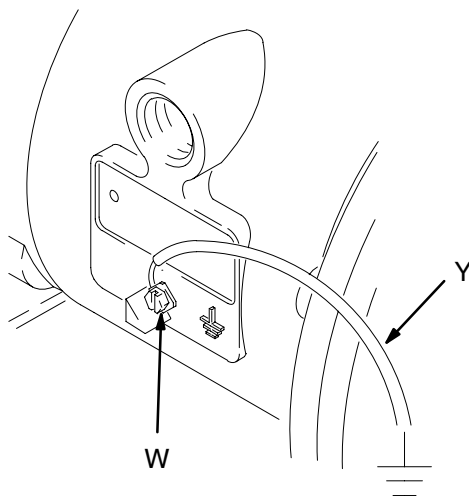

Fig. 1
Lors du pompage de fluides conducteurs inflammables, veillez **toujours** à ce que tout le système de fluide soit mis à la terre en vous assurant que le fluide possède un raccord électrique à une véritable prise de terre. Consultez la Fig. 1.
- *Moteur pneumatique* : branchez un fil de terre et un collier comme indiqué dans la Fig. 1. Desserrez la vis de mise à la terre (W). Insérez une extrémité d'un fil de terre (Y) de 1,5 mm2 minimum derrière la vis de mise à la terre et serrez-la fermement. Raccordez l'autre extrémité du fil de terre à une véritable prise de terre. Commandez le fil de terre et le collier référence 819.4486.